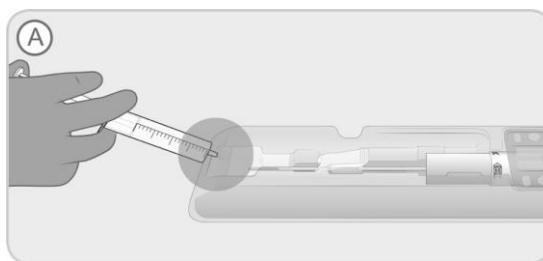

Abbildung 2. Füllen der Schalenmulde mit nicht heparinisierter Kochsalzlösung
- A. Die Schale flach im sterilen Vorbereitungsbereich ablegen und die Mulde am Ende der Schale (auf der Schale mit „A“ bezeichnet) mit steriler, nicht heparinisierter Kochsalzlösung (circa 20 cm³) füllen, um das Implantat einzutauchen (siehe Abbildung 2).